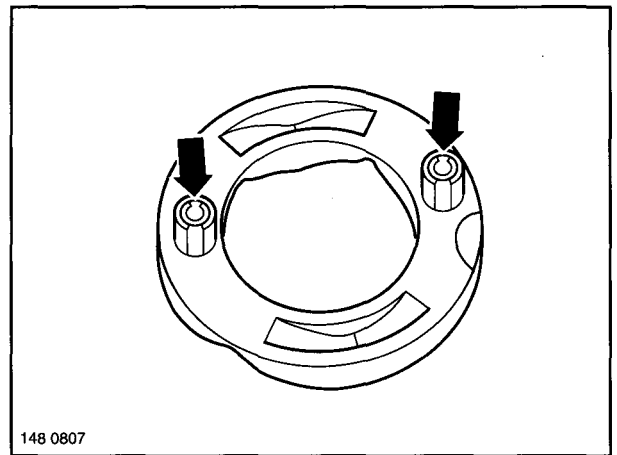

Fig. 7
- (1) Drive two new thick spring pins into the shaft thrust ring, so that the slots are as illustrated (Fig. 7/arrow). Then drive the thin spring pins into the thick spring pins, so that the slots are opposite each other.
- (1) Emmancher deux goupilles épaisses neuves dans la rondelle à cames de manière à ce que les fentes soient disposées comme indiqué (figure 7/flèches). Ensuite, emmancher les goupilles minces dans les goupilles épaisses de telle sorte que les fentes soient à l'opposé l'une de l'autre.
- (1) Zwei neue, dicke Spannstifte so in die Wellendruck-scheibe eintreiben, daß die Schlitzze, wie im Bild zu sehen, stehen (Fig. 7/Pfeile). Anschließend die dünnen Spannstifte so in die dicken Spannstifte treiben, daß die Schlitzze gegenüberliegen.